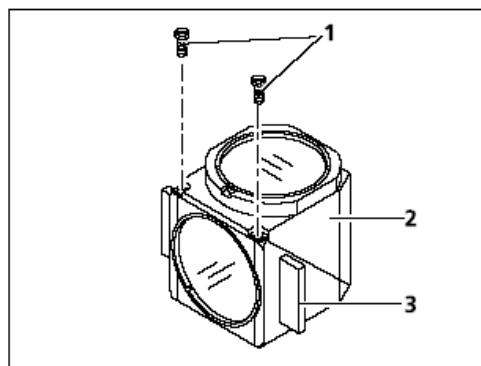

图3-44 打开模块
- 使用螺钉刀松开两个固定螺钉（图3-44/1）。
- 同时抓牢反射镜模块的两个部件（发射部件（图3-44/2）和激发部件（图3-44/3）），翻转整个模块。